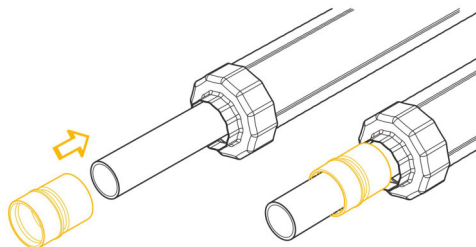

Рис. 5.7.3
1. Надеть гильзу надвигную на напорную трубу внутренней фаской по направлению к торцу трубы (рис. 5.7.3).